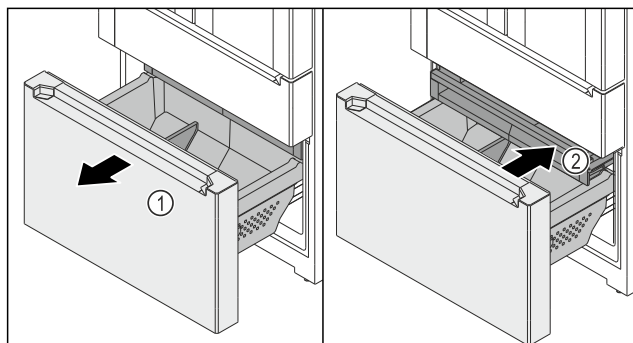

Fig. 148
- ▶ Витягніть висувний візок Fig. 148 (1) до упору.
- ▶ Висувний ящик Fig. 148 (2) автоматично витягнуто.
- ▶ Всуňte висувний ящик Fig. 148 (2).